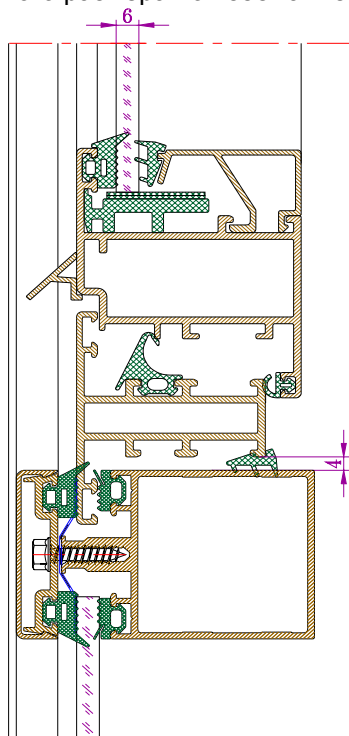

Рис. 6-18 Установки створки без терморазъема в витраж
- Установить створку в проем витража (рис.6-18);